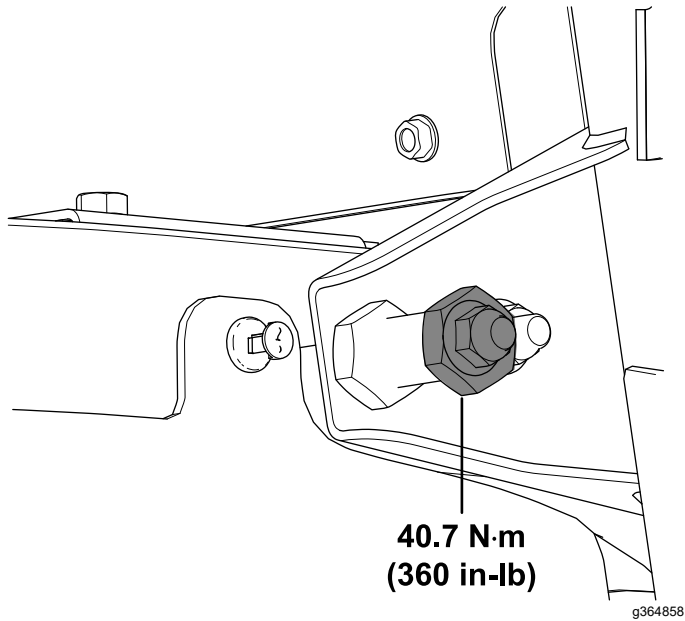

Bild 71
31. Ziehen Sie die Sicherungsmutter ($\frac{3}{8}$ ") auf ein Drehmoment von 40,7 N·m fest, wie in Bild 71 dargestellt.